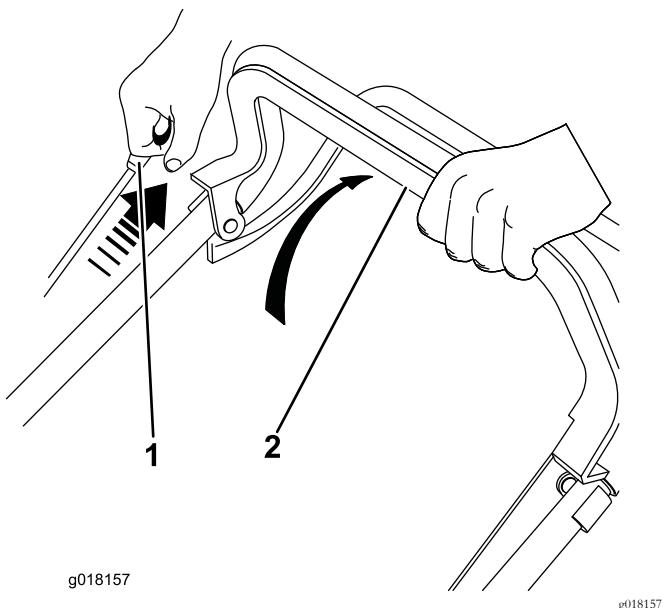

Figura 12
1. Sujete la barra de control de las cuchillas contra el manillar (Figura 12).
2. Tire del arrancador de retroceso (Figura 12).